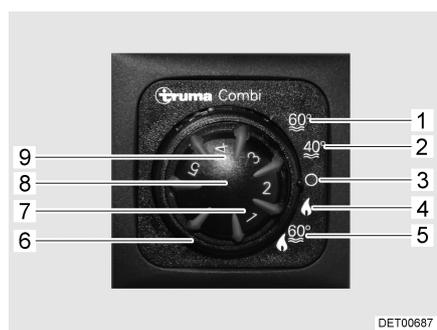

Fig. 66 Unité de commande
- Régler le mode de fonctionnement à l'aide de l'interrupteur tournant (Fig. 66,6).
En régime hiver "Chauffage et préparation d'eau chaude" (Fig. 66,5), l'eau sanitaire est automatiquement réchauffée à la mise en marche du chauffage. Lorsque le chauffage s'éteint, une fois la température ambiante souhaitée atteinte, l'eau sanitaire continue d'être réchauffée jusqu'à ce qu'elle ait la température souhaitée.
Le chauffage ne peut fonctionner en mode de fonctionnement "Chauffage uniquement" (Fig. 66,4) que si le récipient d'eau sanitaire est vide.
- Régler le bouton tournant de température (Fig. 66,8) de l'unité de commande sur la température de chauffage désirée.
- Régler l'interrupteur tournant (Fig. 66,6) en régime hiver "Chauffage uniquement" (Fig. 66,4) ou en régime hiver "Chauffage et préparation d'eau chaude" (Fig. 66,5).
Le voyant de contrôle vert (Fig. 66,7) s'allume.
- Régler l'interrupteur tournant (Fig. 66,6) sur "O" (Fig. 66,3).
- Placer l'interrupteur tournant (Fig. 66,6) de l'unité de commande (Fig. 66) sur "Régime été" (Fig. 66,1 ou 2).
Le voyant de contrôle jaune (Fig. 66,9) s'allume pendant la mise en température. La mise en température est terminée lorsque la température d'eau sélectionnée est obtenue. Le voyant de contrôle jaune s'éteint.
En cas de panne, le voyant de contrôle s'allume rouge (Fig. 66,9) à l'unité de commande (voir paragraphe 15.7).
- Placer l'interrupteur tournant (Fig. 66,6) de l'unité de commande (Fig. 66) sur "O".
La combinaison régime gaz et électrique 230 V raccourcit le temps de mise en température de l'eau sanitaire et du véhicule (uniquement possible lorsque le chauffage est réglé en mode régime hiver à l'unité de commande (Fig. 66)).